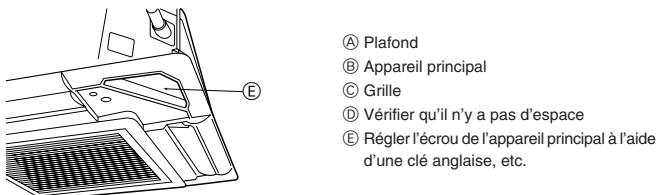

Fig. 5-7
5.4.3. Fixation de la grille (Fig. 5-7)